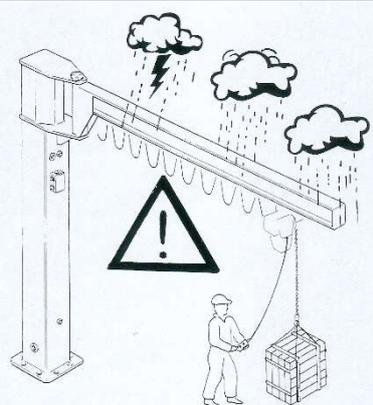

fig. 84
- **NUNCA** utilice la grúa en condiciones ambientales no previstas o, si está instalada en el exterior, en condiciones ambientales hostiles, desfavorables y/o peligrosas (viento fuerte, lluvia torrencial, etc.) - (fig. 84).